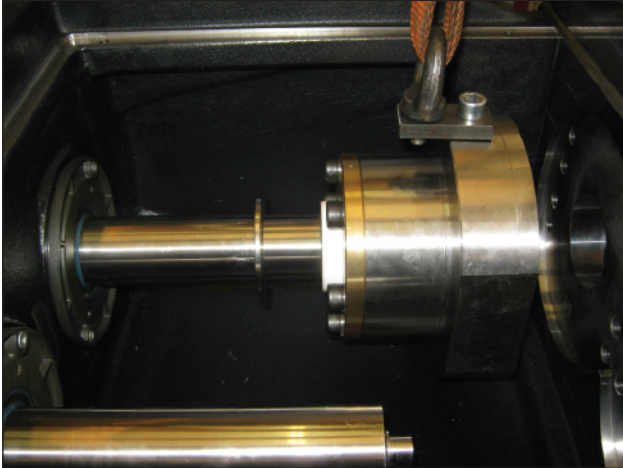
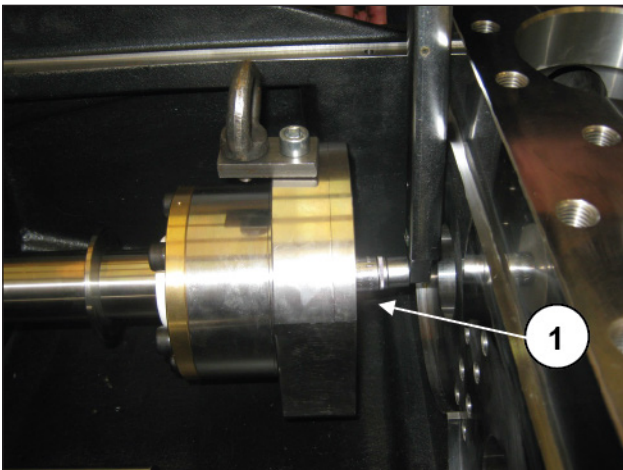

Abb. 235
Abb. 236
Heben Sie den kompletten Halter an und setzen Sie ihn auf das vordere Gehäuse hinter den Kopf, nachdem Sie die Kolbenführungsstange erneut am unteren Totpunkt (Abb. 235) positioniert haben, und befestigen Sie den Kolben auf der Stange (Pos. ①, Abb. 236). Eichen Sie die Schrauben mit einem Drehmomentschlüssel, wie in Absatz 3 gezeigt.